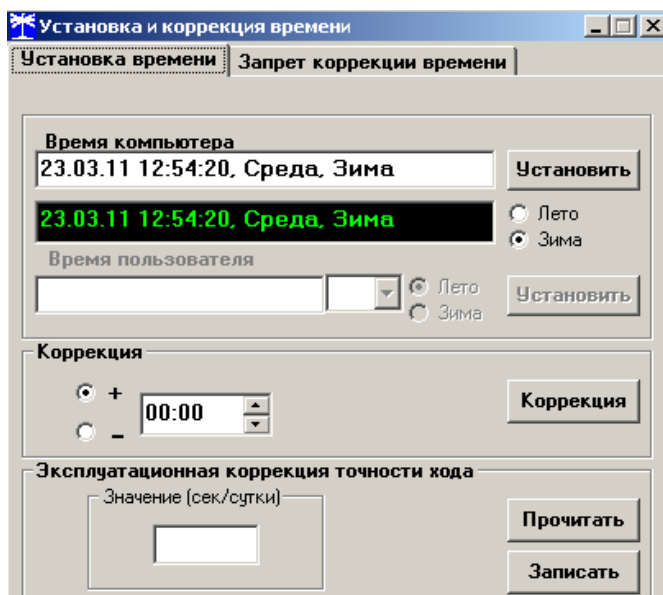

Рисунок 5 – Форма «Установка и коррекция времени»
9.3 Прямая установка времени счётчика производится по нажатию кнопки «Установить», расположенной на поле формы (рисунок 5). При этом время компьютера переписывается в счетчик, а факт записи времени фиксируется в журнале коррекции времени и даты счетчика. Флаги «Лето», «Зима» относятся к конфигуратору и устанавливаются оператором вручную в зависимости от сезона перед установкой времени счетчика.